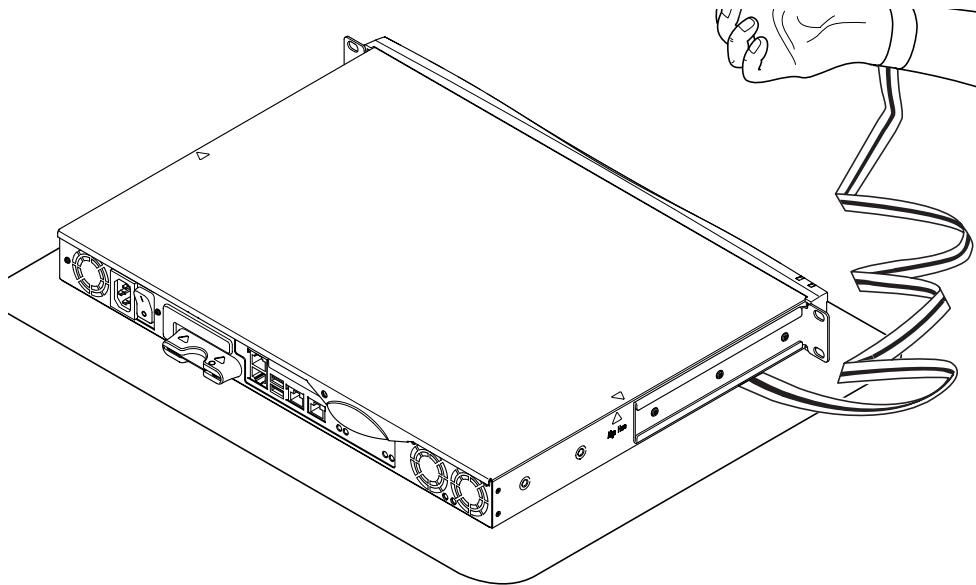

图 8-2 使用系统随带的一次性防静电腕带
警告 - 系统中含有对静电敏感的电子部件。请勿接触任何金属部件。将系统放在静电放电 (ESD) 垫板上部（请参见图 8-2）。应使用系统随带的一次性防静电腕带。接触任何内部组件之前，请将防静电腕带连到系统的金属底座上。
1. 将设备放在 ESD 表面，然后系上防静电腕带（请参见图 8-2）。
1. 将设备放在 ESD 表面，然后系上防静电腕带（请参见图 8-2）